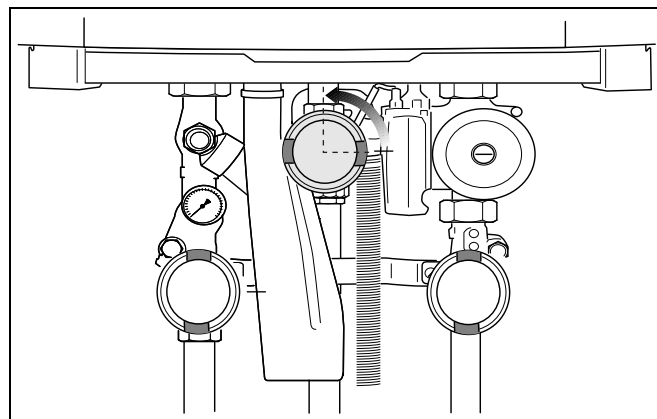

Рис. 72 Открытие крана для подачи газа
- Медленно открыть газ. Для этого нажать кран для подачи газа и повернуть влево на  $\frac{1}{4}$  оборота (рис. 72).
- Медленно открыть газ. Для этого нажать кран для подачи газа и повернуть влево на ¼ оборота (рис. 72, стр. 53).
- Снова открыть кран подачи газа. Для этого нажать кран для подачи газа и повернуть влево на четверть оборота (рис. 72).